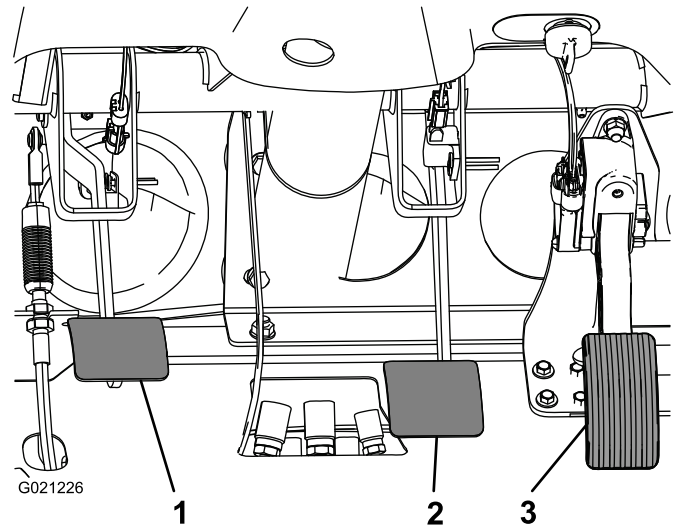

Bild 63
2. Heben Sie das Bremspedal an (Bild 63), bis es den Rahmen berührt.
3. Lösen Sie die Sicherungsmuttern, mit denen das Joch an der Hauptzylinderwelle befestigt ist (Bild 63).